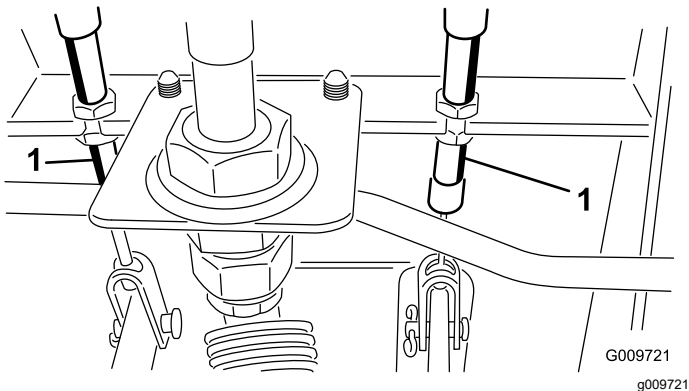

Figura 76
- A. Desaperte a porca dianteira na extremidade roscada do cabo do travão (Figura 76).